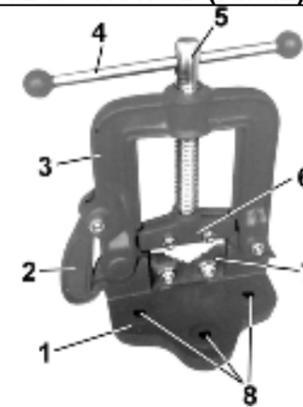

Рис. 2
5. УСТРОЙСТВО ТИСКОВ (Рис.2)
6. УСТАНОВКА ТИСКОВ, ЗАКРЕПЛЕНИЕ ЗАГОТОВКИ (Рис. 2; 3)
- 7.3. Периодически смазывайте все сопрягаемые поверхности и резьбу ходового винта (5), Рис.2.